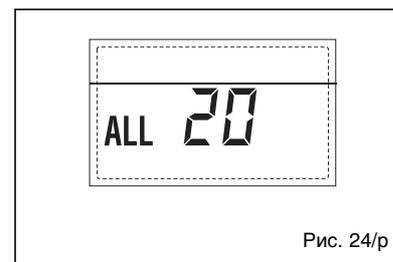

Рис. 24/p
**– НЕПОЛАДКА ПОЛОМКИ ДАТЧИКА ПОДАЧИ ПЕРВОЙ СМЕШАННОЙ ЗОНЫ «ТРЕВ 21» (рис. 24/q)**